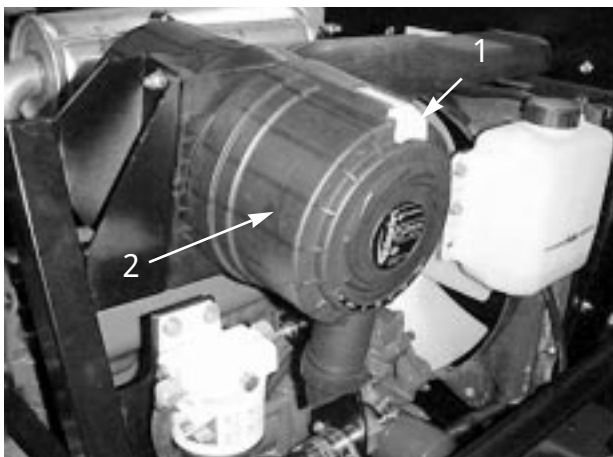

図 28
400運転時間ごと、又はエアクリーナ・インジケータ(図28)が赤に変わったら直ちに、フィルタの手入れを行ってください。フィルタの手入れを余り頻繁に行うのはよくありません。
1. ラッチを外し、カバーを左にひねってボディーからはずし、カバー内部を清掃する(図28)。
8. インジケータ（図28）が赤になっている場合はリセットする。